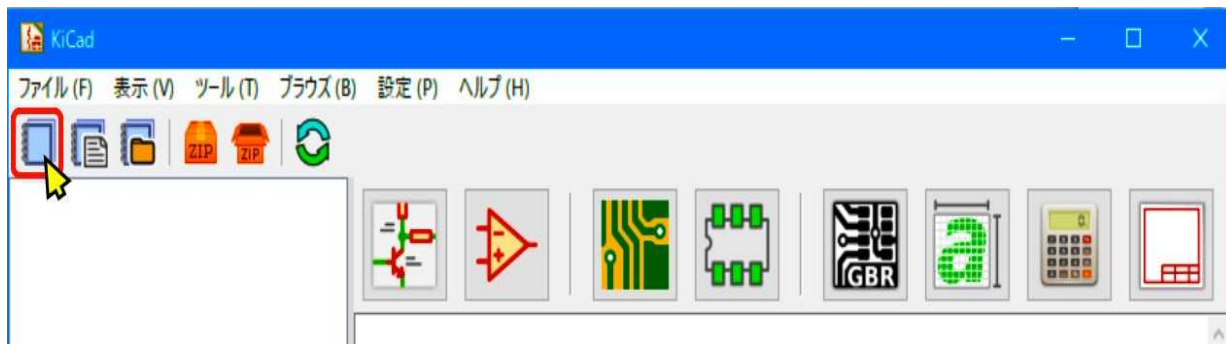

図3-1
① KiCadを起動します。
② ツールバーの  「新規プロジェクト作成」をクリックします。図3-1